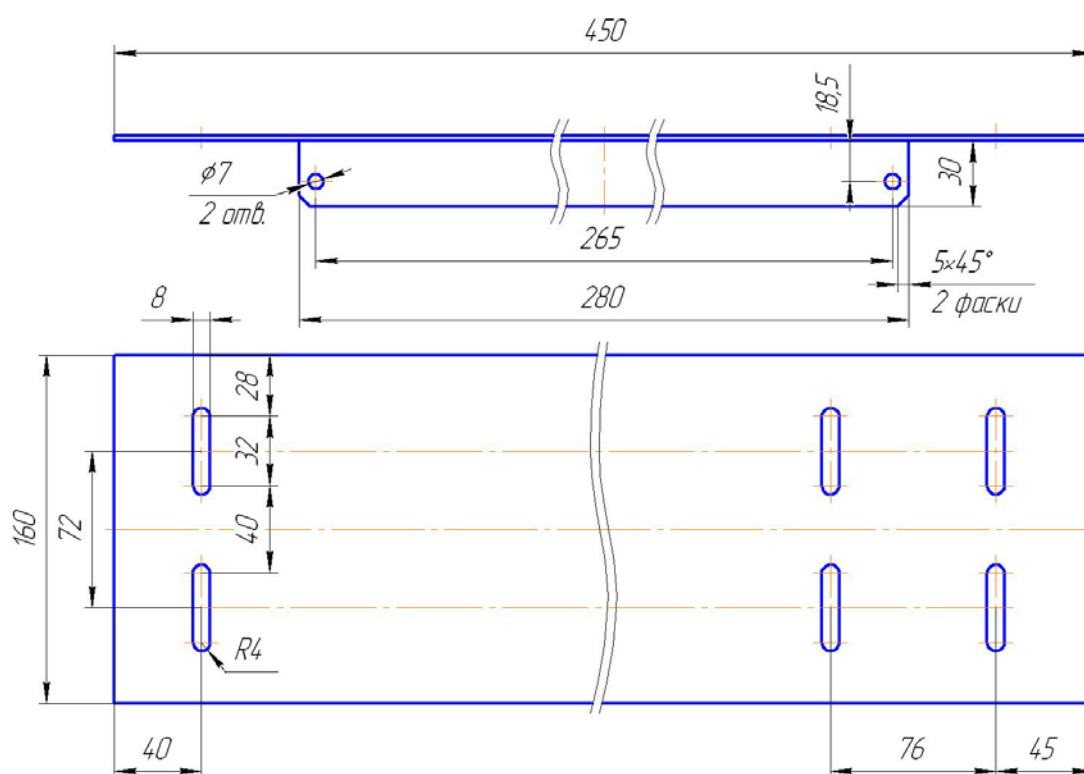

Рисунок 9 – Монтажная площадка поворотного устройства
1) Установить на поворотное устройство видеокамеру SDP-808 в термокожухе, закрепить винтами из комплекта поставки на монтажной площадке (рисунок 9). Подключить соединительный кабель камеры к поворотному устройству (рисунок 4);